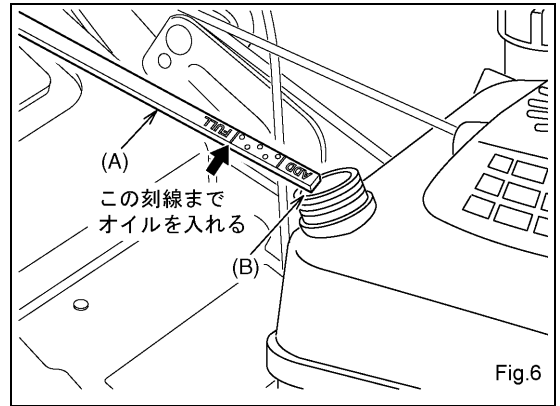

Fig.6
- (1) 給油プラグ（オイルキャップ）の回りをきれいに清掃して下さい。
- (2) 給油プラグをゆるめて給油口（B）から取り外し、オイルゲージ部分（A）をきれいな布で拭いて下さい。（Fig.6）
- (3) 給油プラグを給油口に差し込み、すぐ引抜いてオイルゲージに付着したエンジンオイルを見てエンジンオイル容量を点検します。
オイル補給量はオイルゲージの“FULL”の刻線の位置にオイルが来るようにして下さい。（Fig.6）